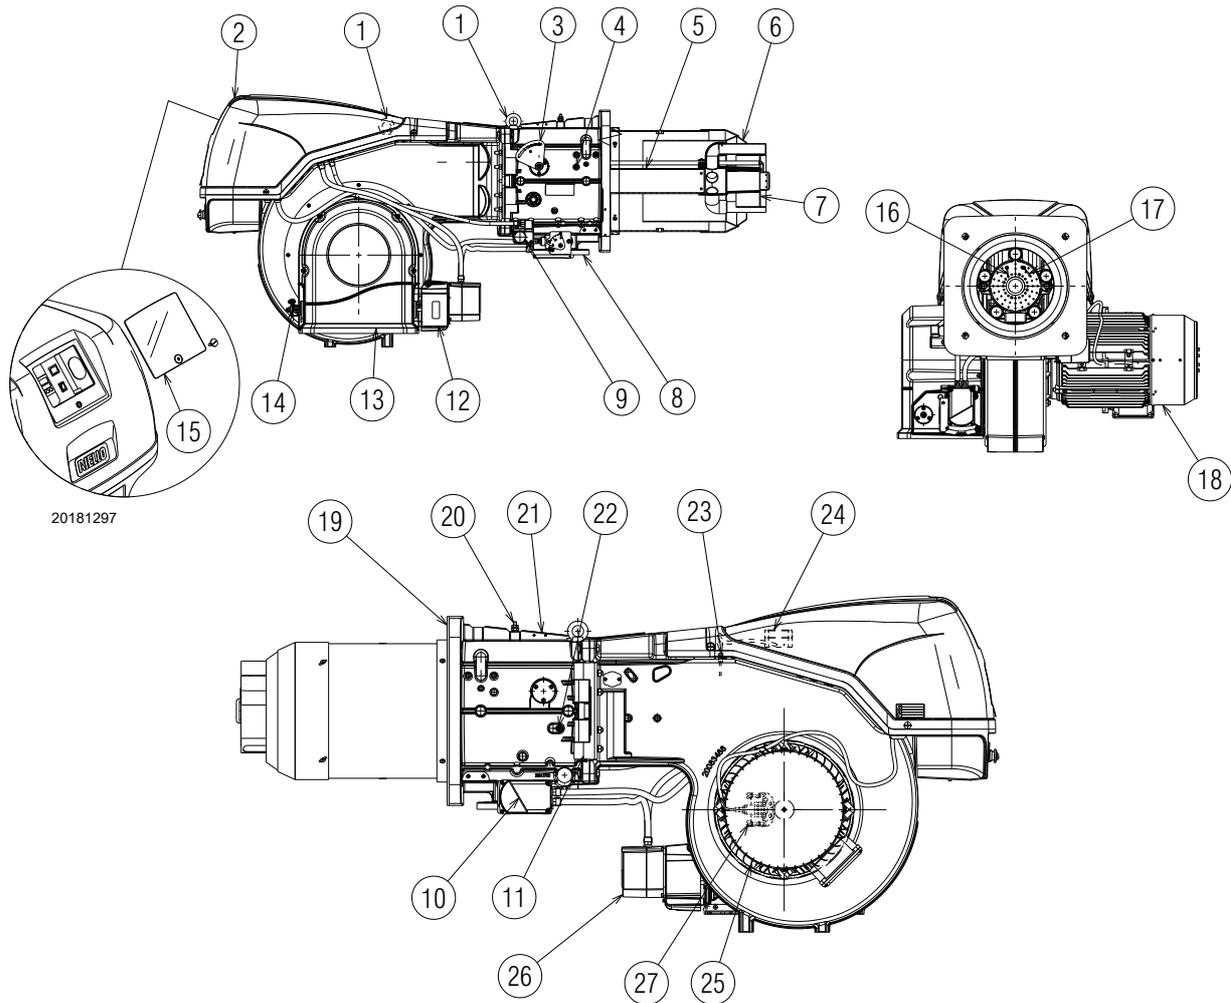

Fig. 4
(1) Conditions de référence : Température ambiante 20° C - Température du gaz 15° C - Pression barométrique 1 013 mbar - Altitude 0 m s.n.m.
(2) Pression à la prise 20)(Fig. 4 à la page 11) avec pression zéro dans la chambre de combustion et à la puissance maximale du brûleur.
(3) Pression sonore mesurée dans le laboratoire de combustion du constructeur, avec le brûleur fonctionnant sur la chaudière d'essai, à la puissance maximale.